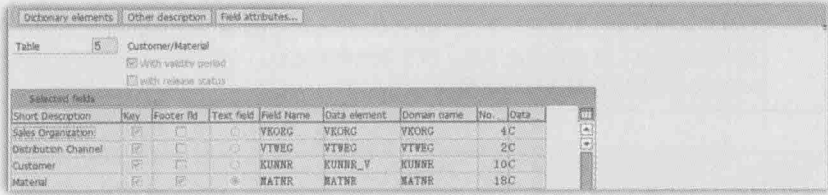

图 2-4 条件表详细配置界面
单击 Technical view 按钮，系统进入条件表详细配置界面，如图 2-4 所示。该界面各字段的含义说明见表 2-2。
关键字 Key Fields	表中存取数据时同一关键字值的组合只能存在一条。以图 2-4 中条件表 005 为例，其关键字有以下几类：①系统自动添加关键字。MANDT Client、KAPPLApplication、KSCHL Condition type。②在条件表配置中添加且带有 Key 标识的字段：VKORG Sales Organization、VTWEG Distribution Channel、KUNNR Customer number、MATNR Material Number。③由于条件表配置中选中了“with validity period”或“with release status”标识复选框而添加的关键字：DATBI Validity end date of the condition record